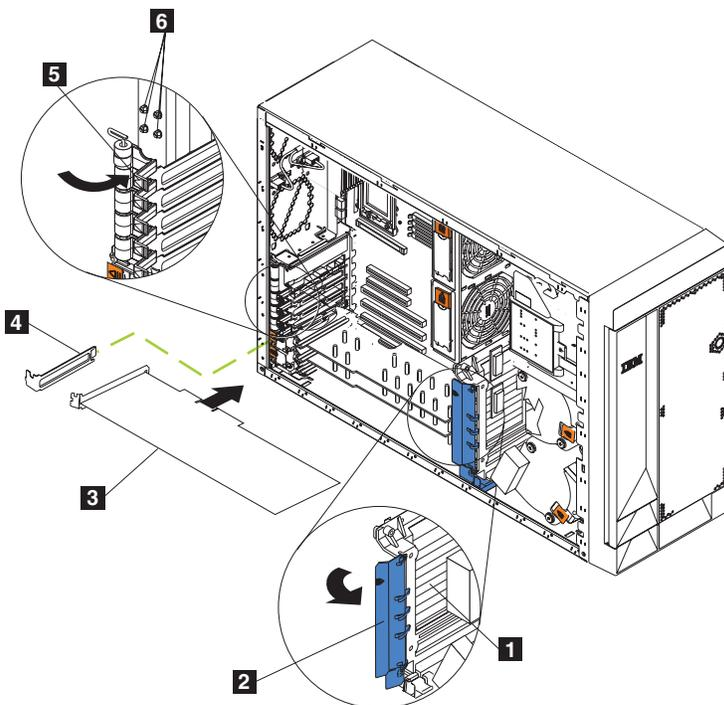
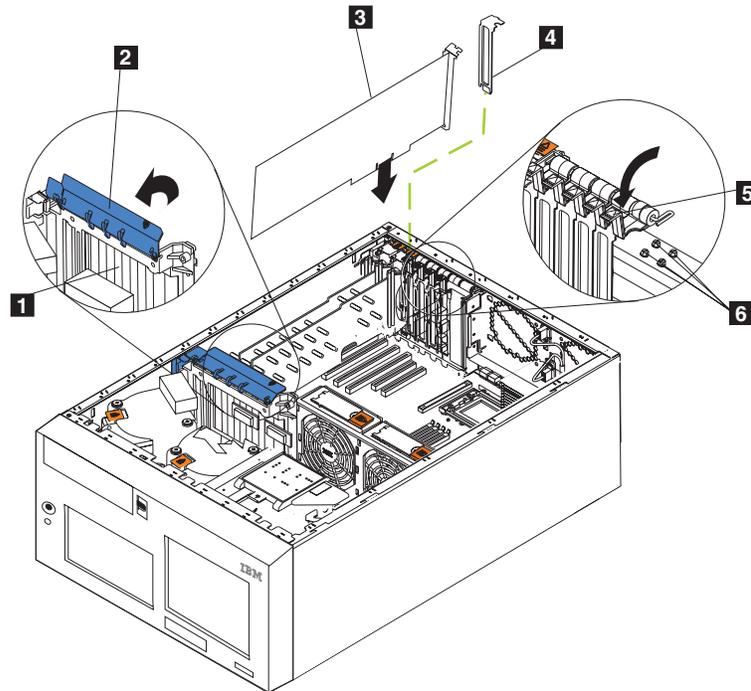

Figure 90. Remplacement d'un contrôleur ServeRAID (Modèle 25T)
Figure 91. Remplacement d'un contrôleur ServeRAID (Modèle 25T avec l'option de conversion pour montage en rack)
- d. Retirez l'ancienne carte en vous référant à la figure 90 et à la figure 91 à la page 115.
- b. Retirez le contrôleur ServeRAID-5i défectueux en vous référant à la figure 90 à la page 114 et à la figure 91 à la page 115.
- d. Retirez la carte en vous référant à la figure 90 à la page 114 et à la figure 91 à la page 115.